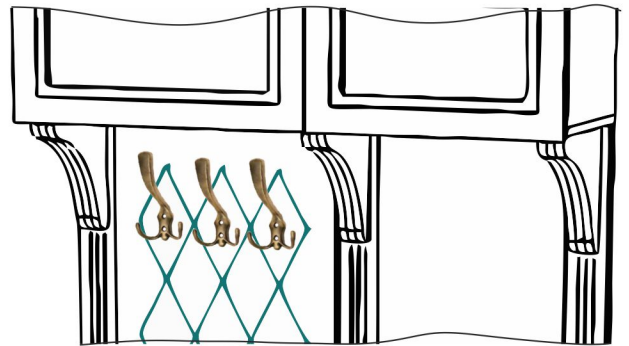

Рис.11
- 22) Прикрепите крючки (р) саморезами (м) как показано на рис. 11.
- 24) Рекомендуем прикрепить прихожую к стене с помощью угловых подвесов (е) и отверстий в крыше (11).